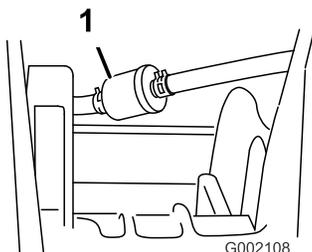

Figura 40
5. Rimuovete i dispositivi di fermo che fissano il filtro del carburante ai tubi di alimentazione (Figura 40).